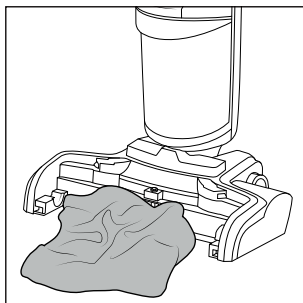

Rys. 34
- ◆ Chwyc uchwyt po lewej stronie wałka szczotkowego ❹ i pociągnij go do góry, aby wyjąć wałek szczotkowy z podstawy ❸ (patrz rys. 34).